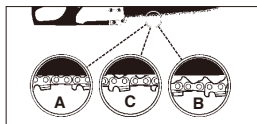

Fig. 5
⚠ VARNING: Om sågkedjan är FÖR LÖS eller FÖR SPÄND slits kugghjulet, svärdet, kedjan och vevaxelns lager ut snabbare. Se på fig. 5 för information om rätt kall spänning (A), rätt varm spänning (B) och som vägledning när sågkedjan behöver justeras (C).